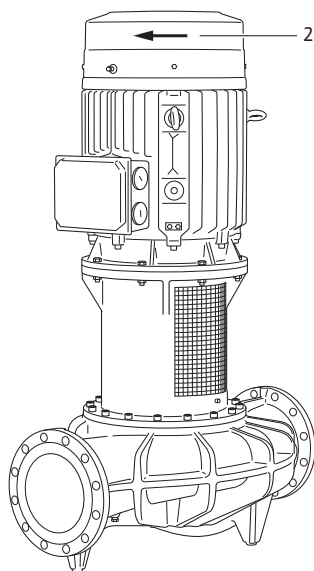

Fig. 47: Verificare il senso di rotazione
- Mediante breve inserimento verificare se il senso di rotazione coincide con la freccia sulla presa d'aria del ventilatore (vedi Fig. 47, pos. 2). In caso di senso di rotazione errato, procedere come segue: